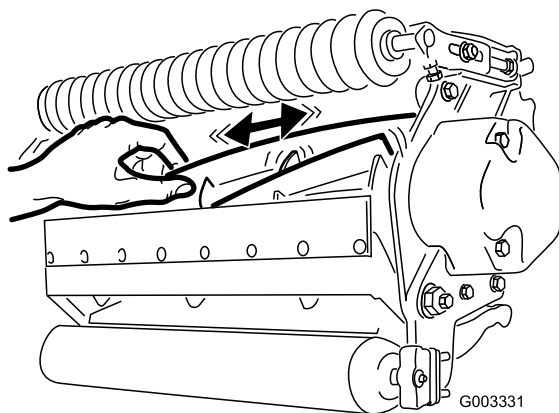

图28
2. 使用抹布或厚垫手套，握住滚刀刀片，尝试将滚刀组件从一侧移向另一侧（图28）。